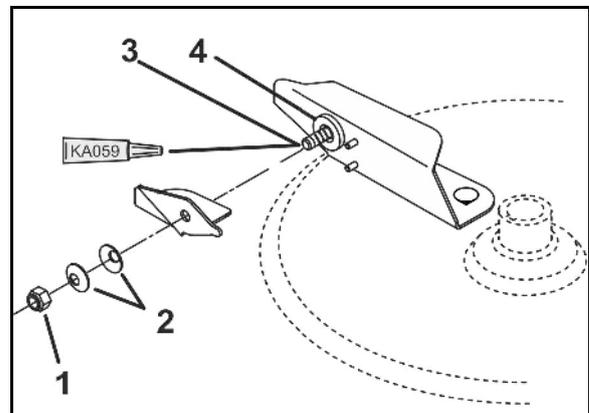

Fig. 59
1. in Fahrtrichtung gesehen (siehe Pfeil) beidseitig hintere Kontermuttern (Fig. 59/1), durch Linksdrehen lösen.
2. in Fahrtrichtung gesehen (siehe Pfeil) beidseitig Skt.-Muttern (Fig. 59/2) gleichmäßig nach links drehen.
Der Verstellweg der Mutter (Fig. 59/2) muss auf beiden Seiten des Bandbodens gleich groß sein. Beide Muttern (Fig. 59/2) nicht mehr als $\frac{1}{2}$ Schlüsselumdrehung verdrehen. Kontermuttern festziehen und prüfen, ob das Förderband wieder gleichmäßig angetrieben wird.